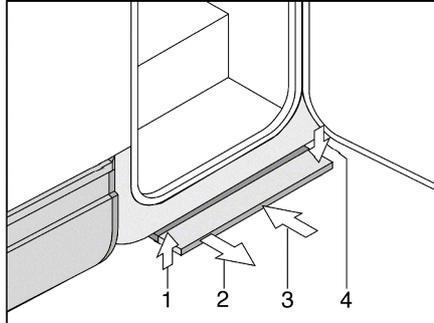

Fig. 7 Scalino di ingresso a comando meccanico
**Estrazione:** ■ Tirare lo scalino di ingresso in avanti (Fig. 7,2), finchè non si innesta.
**Ritrazione:** ■ Sollevare leggermente lo scalino di ingresso (Fig. 7,1).
■ Spingere lo scalino di ingresso al di sotto del pavimento del veicolo fino all'arresto (Fig. 7,3). Prestare attenzione che lo scalino di ingresso si innesti (Fig. 7,4).